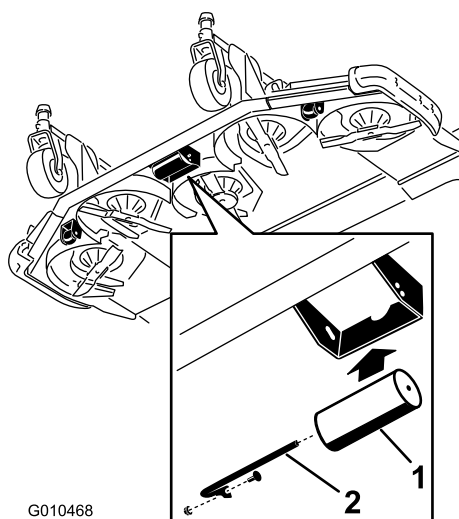

図 30
2. ブラケットの下穴からシャフトを抜き出し、ローラを上穴に合わせてシャフトを取り付ける 図 30。